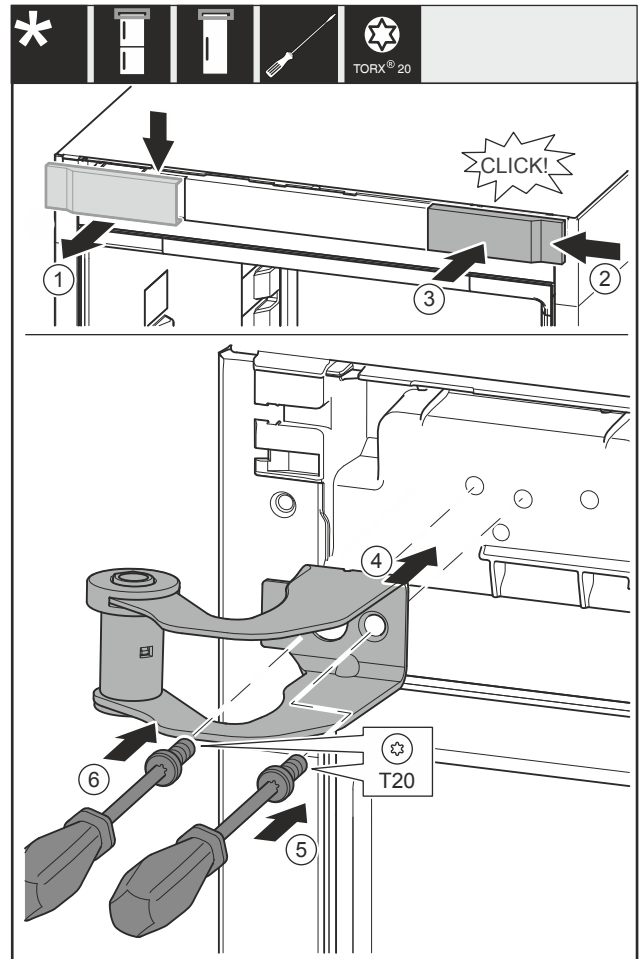

Fig. 15
- Зніміть кожух Fig. 15 (1) зверху рухом уперед.
- Поверніть кришку Fig. 15 (2) на 180° і повісьте її з іншого боку праворуч.
- Зафіксуйте кришку Fig. 15 (3).
- Встановіть верхній опорний кронштейн Fig. 15 (4).
- Затягніть гвинт Fig. 15 (5).
- Затягніть гвинт Fig. 15 (6).